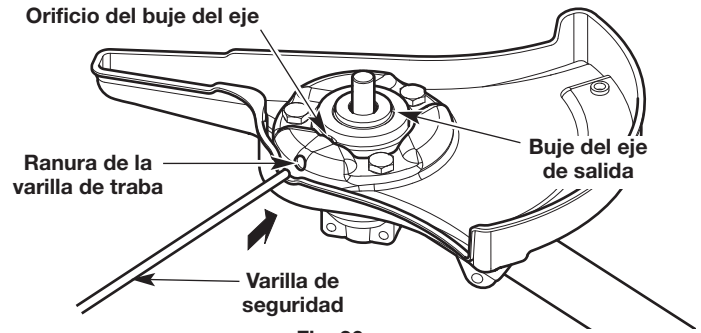
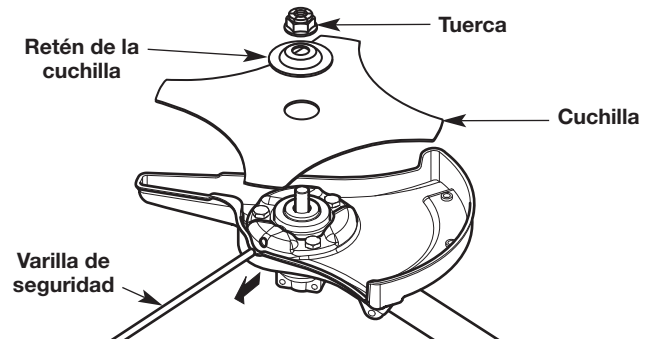

Fig. 26
Fig. 28
1. Rote la cuchilla (Fig. 28) hasta que el orificio del casquillo del eje se alinee con la ranura de la varilla de seguridad (Fig. 26).
2. Inserte la varilla de seguridad a través de la ranura de la varilla de seguridad y dentro del orificio del casquillo del eje (Fig. 26).
5. Quite la varilla de seguridad (Fig. 28).
6. Retire la retención de la cuchilla y la cuchilla (Fig. 28).
1. Rote el casquillo del eje de salida hasta que el orificio del casquillo del eje se alinee con la ranura de la varilla de seguridad (Fig. 26).